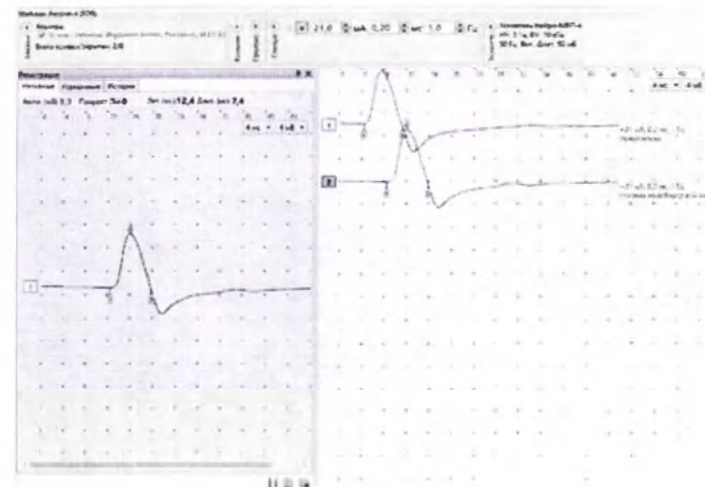

Рис. 84. Зарегистрированный ответ
14. Сохраните зарегистрированный ответ, нажав кнопку «ОК» (рис. 84).